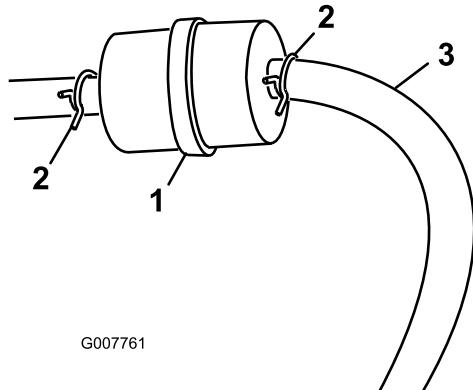

図 30
3. 古いフィルタのクランプをゆるめて脇に寄せる (図 30)。
5. 新しいフィルタをホースに取り付け、クランプで固定する (図 30)。
3. 燃料フィルタについているクランプをゆるめ、フィルタからはずす (図 30)。
4. 燃料フィルタから燃料ホースを抜き取る (図 30)。
**注** 落ちてくるガソリンをガソリン容器または廃油受けに受ける (図 30)。
5. フィルタに燃料ホースをつなぎ、クランプで固定する (図 30)。